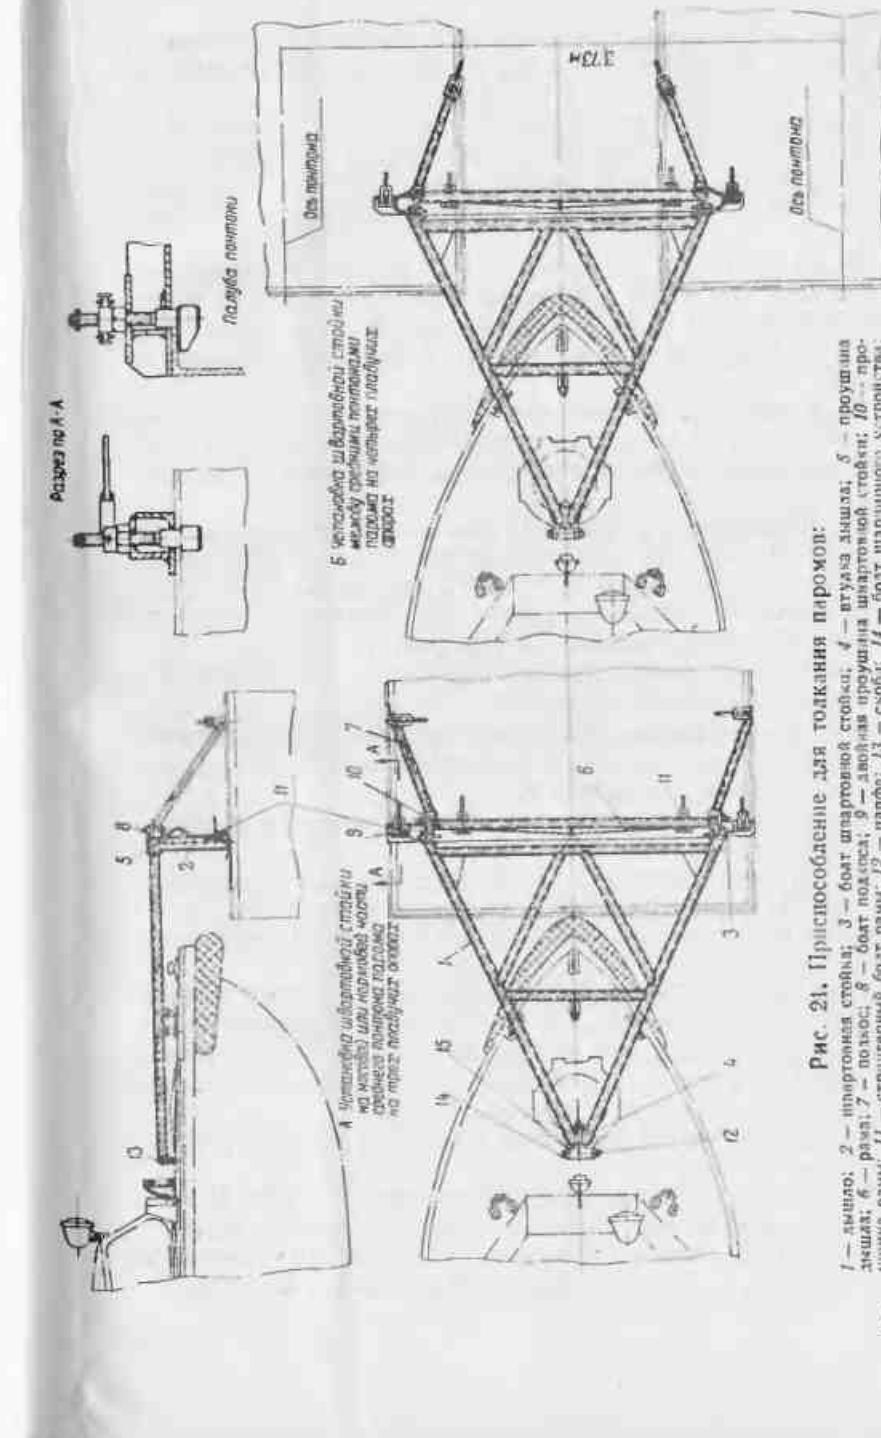

Рис. 21. Приспособление для толкания паромов:
46. Приспособление для толкания паромов (рис. 21) состоит из дышла 1, швартовой стойки 2 и шарнирного устройства 15.